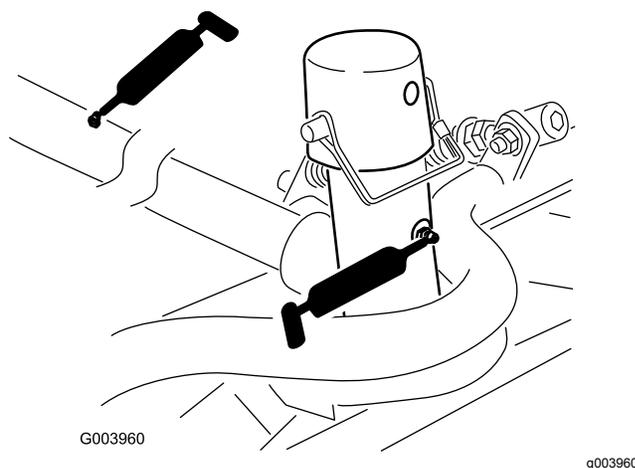

Рисунок 65
- Несущая рама и ось поворота режущего блока (по 2 шт.) (Рисунок 65)